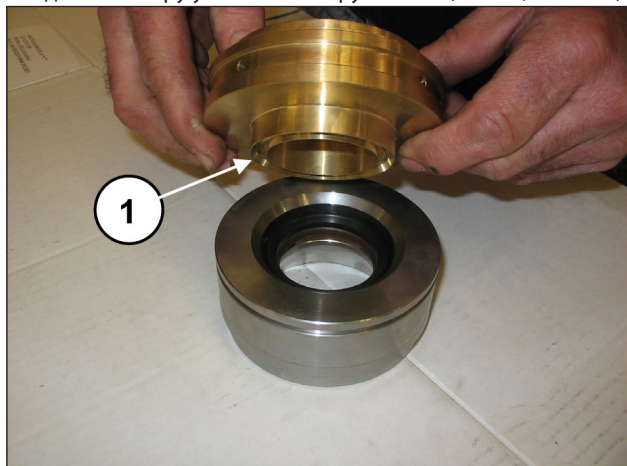

Рис. 138
Соедините опору уплотнений с рубашкой (поз. ①, Рис. 138).